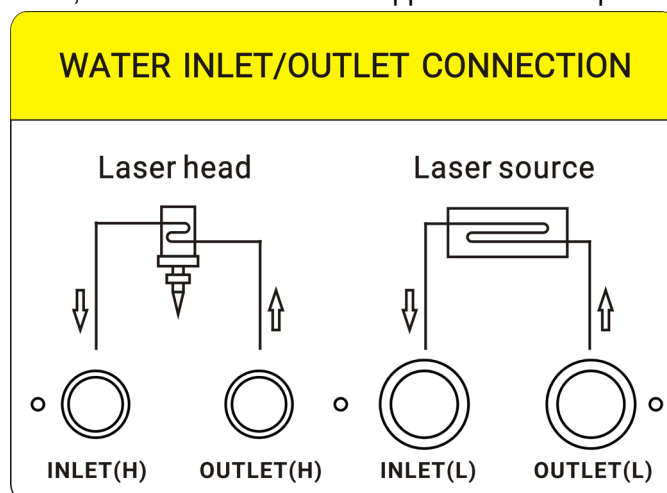

Figura 6: Schema di collegamento del chiller ad acqua al laser
(3) Collegamento della tubazione: Il metodo di collegamento del chiller e della macchina laser è illustrato nella figura 6. Il diametro interno della tubazione non deve essere inferiore al diametro dei tubi di ingresso e uscita del chiller. Se il diametro interno della tubazione è inferiore a quello richiesto, è necessario ottenere l'approvazione del produttore del chiller.